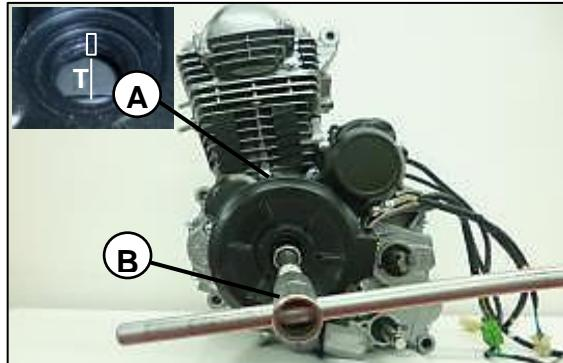

Fig. 02
Continúe el procedimiento utilizando una palanca y copa 14 (B) para hacer girar el cigüeñal en sentido anti horario. Garantice que la marca “T” (A) de la volante coincida con la marca de la carcasa volante. **Fig. 02**